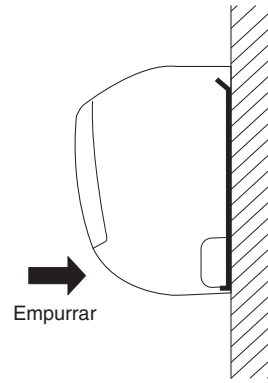

Fig. 3-22
- (1) Quando instalar a unidade interior, monte a unidade interior nas 3 linguetas na parte superior da placa traseira.
- (2) Segure a saída de descarga de ar e pressione a parte inferior da unidade interior até que encaixe no sítio para prender firmemente nas 2 linguetas na parte inferior da placa traseira. (Fig. 3-22)